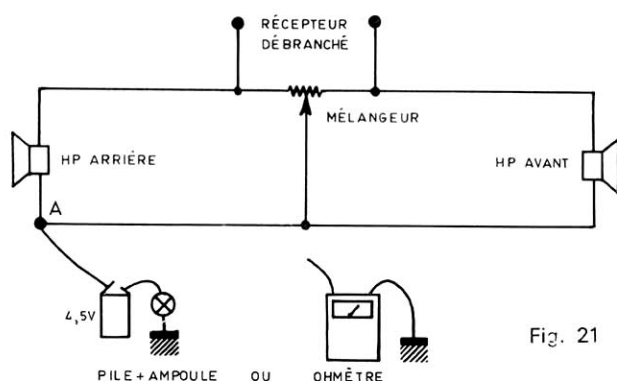

Fig. 21
a) **Avec la carrosserie** (Fig. 21). Pour ce faire, il convient le récepteur n'étant pas connecté, de brancher un contrôleur (ohmmètre ou plus simplement une pile de lampe de po-